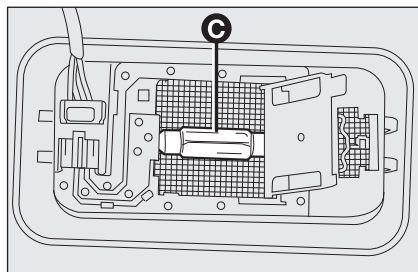

fig. 27
- înlocuiți becul **C**-fig. 27 eliberându-l din contactele laterale, introduceți noul bec, verificând ca acesta să fie corect blocat între aceste contacte;